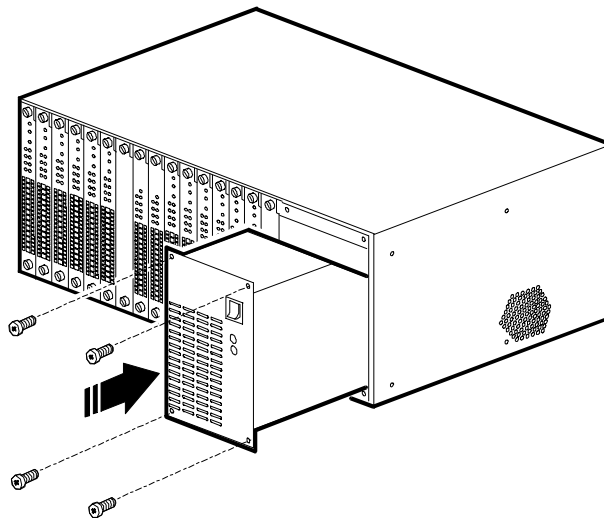

Figura 2-12. Inserción y fijación de la fuente de alimentación
3. Mientras sujeta con una mano el asa de la fuente de alimentación y la sujeta por abajo con la otra, alinee la fuente de alimentación con las guías metálicas de la ranura de la fuente de alimentación. Consulte la Figura 2-12.
5. Inserte cada uno de los cuatro tornillos Phillips en los orificios de rosca de la parte frontal de la fuente de alimentación. Apriételos con un destornillador Phillips. Consulte la Figura 2-12.